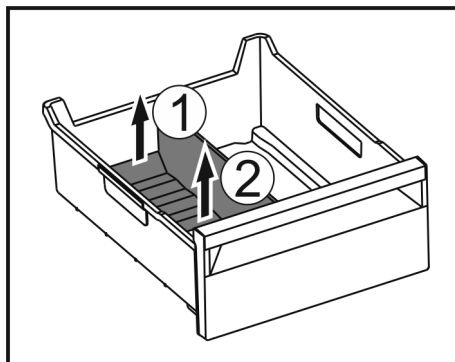

Fig. 157
- Zvedněte zadní část přepážky přihrádky na led. Fig. 157 (1)
- Přepážku přihrádky na led vyjměte nahoru. Fig. 157 (2)